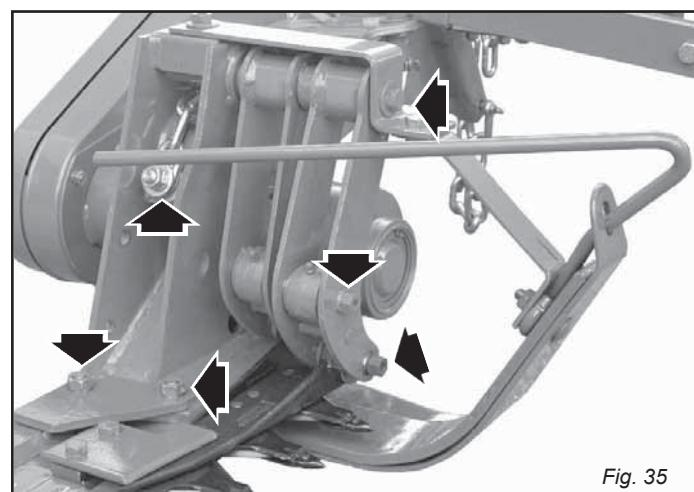

Fig. 35
- Durante le prime ore lavorative, controllare il serraggio delle viti (Fig. 35).
- Controllare il serraggio dei bulloni sul biellismo (Fig. 35).